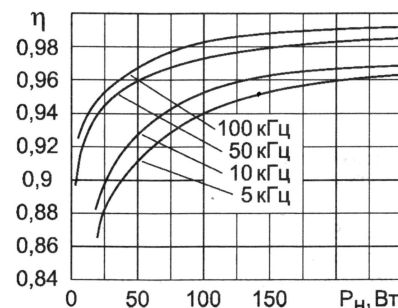

Рис. 1
В расчетах по методикам [1, 2] КПД трансформатора принят равным 80 %. Обычно в преобразователе ИИП мощности от 100 до 500 Вт в диапазоне частот от 10 до 100 кГц КПД трансформатора примерно равен 95...99 %, а общий КПД всего источника — более 80 %. Не обоснованно заниженный КПД уменьшает расчетное значение габаритной мощности трансформатора, повышает используемую мощность и прямоугольную составляющую тока коммутирующих транзисторов, что может привести к нерациональному выбору последних. Расчет становится более точным, если определять КПД трансформатора по усредненной зависимости от суммарной мощности нагрузки и частоты [3, с. 115], показанной на рис. 1. Эти кривые построены по экспериментальным данным для магнитопроводов никель-цинковых и марганец-цинковых ферритовых магнитопроводов различной марки и конфигурации.
2. Вычисляя КПД трансформатора согласно рис. 1 по эмпирической формуле $\eta = 0,99 - (0,175/F) - (1 + (9,95/F^{1,3}))/P_n$, (1) где значение F — кГц, P_n — Вт.